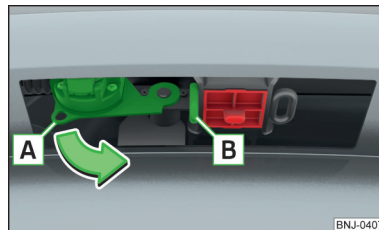

Fig. 242
- Afferrare la presa a 13 poli nell'area **A** e girarla in direzione della freccia » fig. 242.
- Aprire la calotta di copertura della presa e inserire la spina del rimorchio (dell'accessorio) nella presa a 13 poli **A** » fig. 242. (Se il rimorchio/accessorio dispone di una spina a 7 poli, utilizzare un adattatore della gamma ŠKODA).